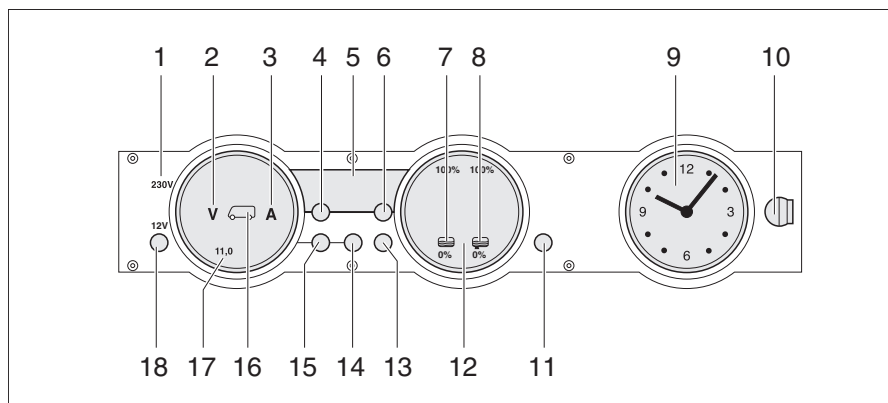

Bild 270 Panel MP 20-T
230 V-kontrollampan (Bild 270,1) lyser när nätspänningen ligger på el-blockets ingång.
Med huvudbrytaren 12 V (Bild 270,18) kopplas panelen och bodelens 12 V-försörjning till eller från.
- Tryck kort på knappen "12 V" (Bild 270,18). 12 V-försörjningen för bodelen är påslagen. Kontrolllampan "12 V" lyser.
- ▷ Efter aktivering av försörjningen: om lysdioden "11,0" för voltindikeringen samt symbolen volt "V" (Bild 270,2) på indikeringsinstrumentet för batterierna (Bild 270,17) blinkar är bodelsbatteriets spänning för låg. Ladda batteriet.
- ▷ Efter aktivering av försörjningen: om kontrolllampan "12 V", symbolen bodelsbatteri (Bild 270,16) och symbolen volt "V" (Bild 270,2) blinkar tre gånger är batterifrånkopplingen aktiverad. Avaktivera batterifrånkopplingen.
- Tryck kort på knappen "12 V" (Bild 270,18). 12 V-försörjningen för bodelen är avstängd. Kontrolllampan "12 V" slocknar.
- Tryck på knappen bodelsbatteri (Bild 270,14) och håll den intryckt i ca 10 sekunder. Symbolerna volt "V" (Bild 270,2) och ampere "A" (Bild 270,3) blinkar tre gånger. Bodelsbatteriet är frånkopplat från 12 V-nätet.
- Tryck på knappen "12 V" (Bild 270,18) och håll den intryckt i ca 5 sekunder. Symbolen volt "V" (Bild 270,2) blinkar tre gånger. Bodelsbatteriet är anslutet till 12 V-nätet. Kontrolllampan tänds efter ca 2 sekunder.
- Tryck på knappen bodelsbatteri  (Bild 270,14). Symbolen volt "V" (Bild 270,2) lyser. Symbolen ampere "A" är vit eller röd beroende på laddning eller urladdning. Batterispänningen och strömmen för bodelsbatteriet visas via lysdioderna på indikeringsinstrumentet.
- Tryck på knappen startbatteri  (Bild 270,15). Symbolen volt "V" (Bild 270,2) lyser. Startbatteriets spänning visas via lysdioderna på indikeringsinstrumentet.
- Tryck på knappen tank  (Bild 270,13). Symbolerna vattentank  (Bild 270,7) och avloppstank  (Bild 270,8) lyser. Nivån i vattentanken (vänster skala) och i avloppstanken (höger skala) visas via lysdioderna på indikeringsinstrumentet.
Symbolen volt "V" (Bild 270,2) och lysdioden "11,0" blinkar när batteriets spänning sjunker under 11 V (mätning under pågående drift) och det finns risk för en djupurladdning.
Symbolen vattentank "🚰" (Bild 270,7) eller symbolen avloppstank "🚽" (Bild 270,8) blinkar när vattentanken är tom eller när avloppstanken är full.
Via den digitala indikeringen (Bild 270,5) kan innetemperaturen och utetemperaturen avläsas.